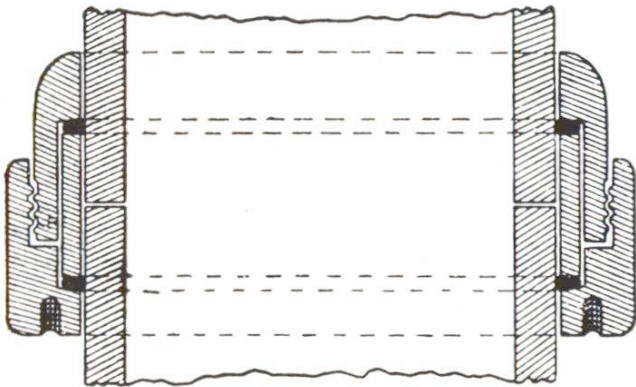

Abb. 4 Schrauben-Kupplung
- 5 Für Rohre, die nicht mit den Muffenansätzen versehen sind, wie z. B. die Eternit-Druckrohre, ist neuerdings eine interessante **Schraubkupplung** entwickelt worden (Abb. 4). Sie besteht aus 3 Eternit- und 2 Gummiringen, welch letztere durch die äusseren